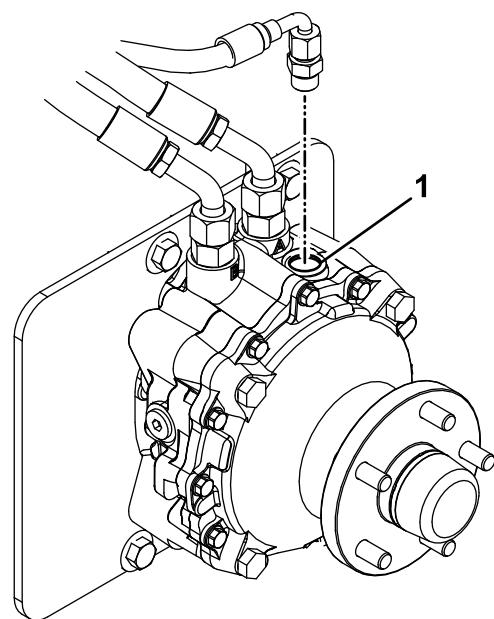

Figura 64
9. Retire el tapón del orificio de llenado situado en la parte superior de cada motor de rueda (Figura 64).